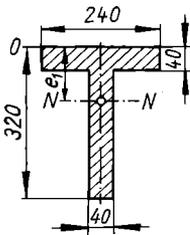

Bild 65
99. Die Arme der Grundplatte eines Drehkrans haben den in Bild 65 skizzierten Querschnitt. Zu berechnen sind **a)** das Abstandsmaß e_1 der Nulllinie N von der Oberkante O ; **b)** das Trägheitsmoment von der Nulllinie; **c)** die Widerstandsmomente.